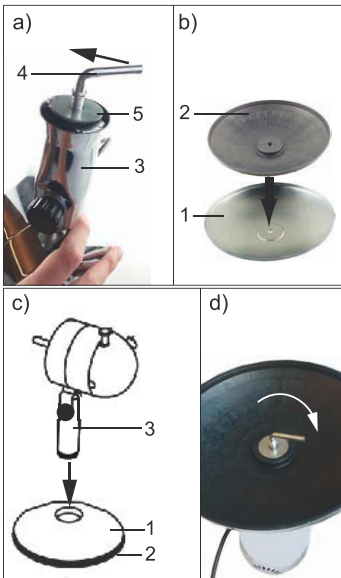

Fig.51: Montage basis
1. Verwijder de L-schroef (4) van de sokkel.
2. Schroef deze tegen de klok in los. Afb. 51 a).
3. Verwijder de sluitring (5) van de sokkel (3).
4. Plaats het inzetstuk in de basis (1) zoals getoond in afb. 51 b).
5. Plaats de sokkel op de basis. Afb. 51 c).
9. Draai de L-schroef met de klok mee vast. Afb. 51 d).